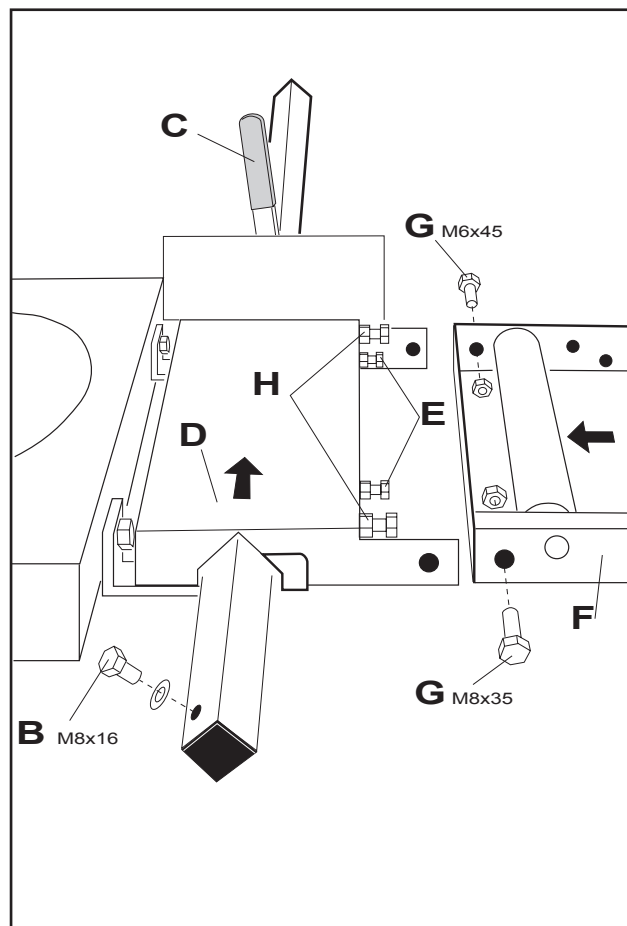
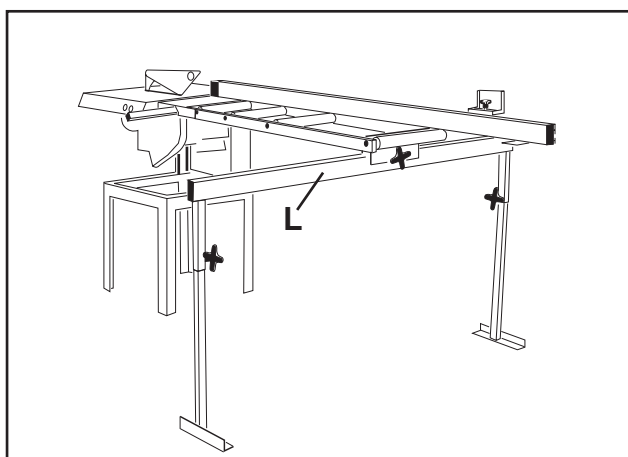
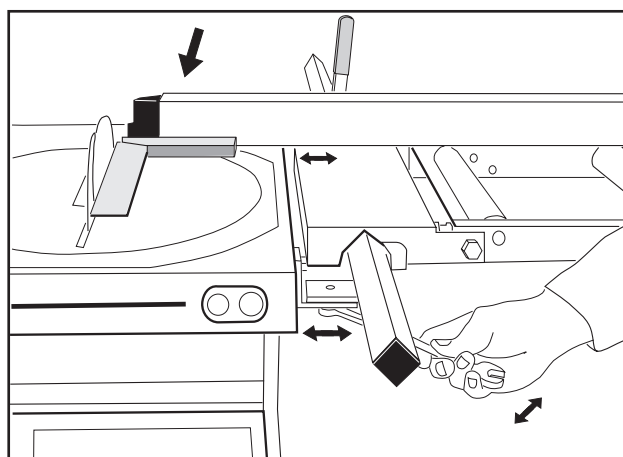

Fig. 2
Fig. 4
Fig. 5
- Løftehåndtaket monteres på løftearmen (fig. 2).
- Løs skruene og plasser øvre bladbeskytter som vist på (fig. 4 og fig. 5). Fest skruene godt.
- Skru ut stoppskruen **B** (fig. 2).
- Sett opp bukken **L** (fig. 4) for støtte ved montering av rullebordet **F** (fig. 2). Fest rullebordet til rulleanlegget med skruene og mutterne **G** (ikke skru til for hardt).
- Senk bukken **L** (fig. 4), og skyv anholdet inn på plass. Hev bukken igjen.
- Drei svingskiven til 0°. Bruk en vinkel for justering av styreskinnen slik at anholdet står i 90° i forhold til sagbladet (fig. 5).
- Juster benene på bukken **L** (fig. 4) slik at begge kulelagrene ligger an mot bukken.